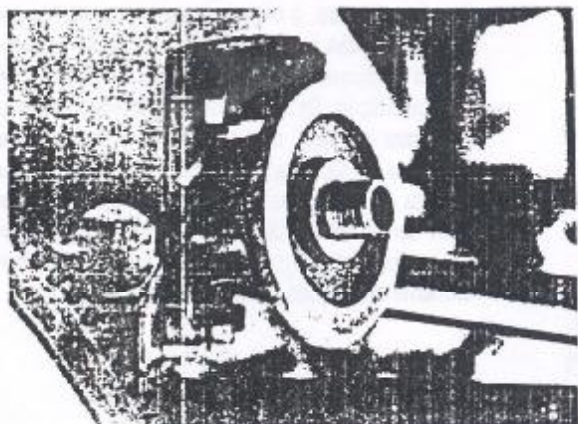

Figura 1.15.1 - Suporte do filtro de óleo
3. Remover as porcas e arruelas de fixação do suporte do filtro de óleo e remover o suporte, juntamente com a junta (Figura 1.15.1).